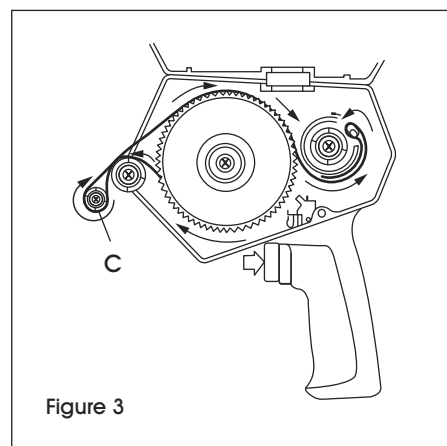

Figure 3
3. Press and hold trigger while threading tape leader/liner as shown. Stop end of leader at point (C). (See Figure 3)
3. Pressez et maintenez enfoncée la détente au moment d'enfiler l'amorce de bande/doublure comme illustré. Étirez l'amorce jusqu'à atteindre le point (C). (Voir Figure 3)